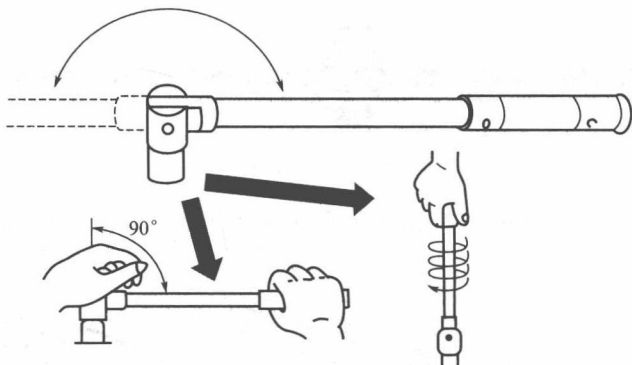

图 1-2-17 旋转手柄的使用方法
(2) 作用 旋转手柄可用于拆下或更换要求大扭矩的螺栓或螺母，也可在调整好手柄后进行迅速旋转。
(3) 使用方法 一般的固定式手柄较长，很难在狭窄空间下使用，而旋转手柄头部可以作铰式移动，这样可以根据作业空间要求调整手柄的角度进行使用。如图 1-2-17 所示。